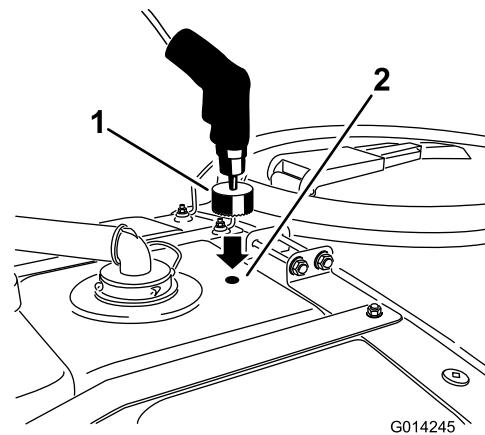

Figura 12
4. Utilizzate una sega a tazza di 4,5 cm per realizzare un foro in corrispondenza del segno di foratura (Figura 12).